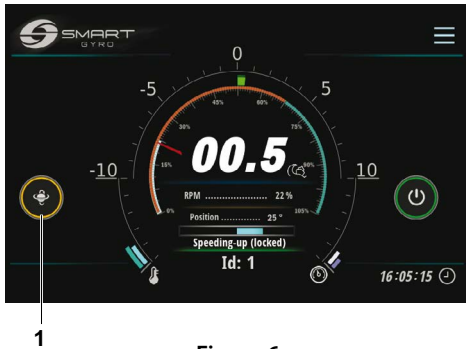

Figure 6
6. Au cours de l'accélération du volant d'inertie et tant que la vitesse demeure en deçà de 55 % de la vitesse de pointe, la précession n'est pas autorisée et le cercle situé autour de l'icône de précession (Figure 6, (1)) est jaune.